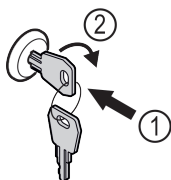

Fig. 143 Immagine a titolo di esempio
- Inserire la chiave Fig. 143 (1).
- Ruotare la chiave di 90° in senso orario Fig. 143 (2).